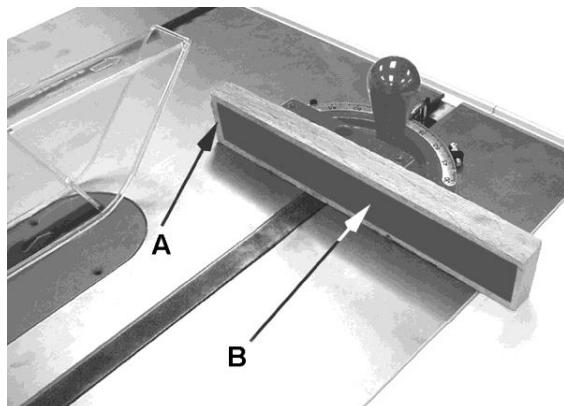

Рис. 8-10
Для более эффективной работы с угловым упором во время поперечного распила некоторые пользователи крепят к нему вспомогательный деревянный бруск (A, Рис. 8-10) с приклеенной наждачной бумагой (B).